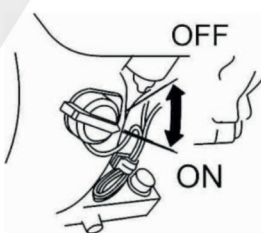

Рис. 4
- Установите переключатель зажигания в положение "ON" ("Включено"). (Рис. 4)
- Установите переключатель зажигания в положение “Off” (“Выключено”). (Рис. 4)